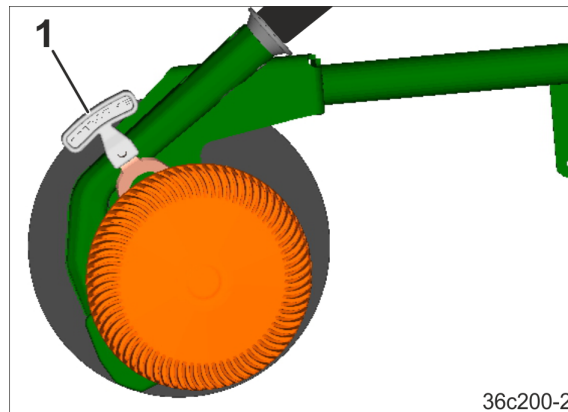

Fig. 179
2. Den Ansatz der Tiefenführungsscheibe/rolle in die erforderliche Bohrung stecken. Der Hebel (Fig. 179/1) dient zum Betätigen der Tiefenführungsscheibe/rolle.